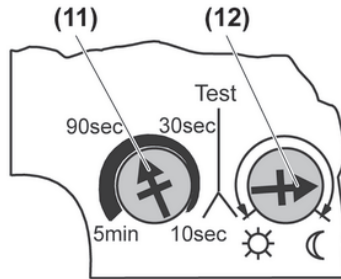
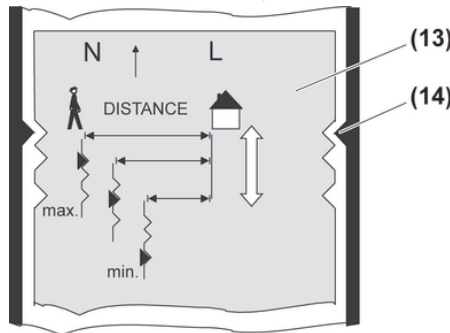

Bild 5: Ställa in drifttiden och ljusstyrkans tröskelvärd
Bild 6: Ställa in räckvidden
- Räckvidden är inställd i mitten eller minimum (bild 6).
På baksidan av rörelsedetektorns kåpa finns ett reglage vardera för drifttiden (11) respektive ljusstyrkans tröskelvärd (12) (bild 5).
Rörelsedetektorns räckvidd kan ställas in i tre steg genom att du glidjusterar det inre höljet (13) (bild 6).
- Ställ in drifttiden med hjälp av reglaget (11).
- Ställ in ljusstyrkans tröskelvärd med hjälp av reglaget (12). Symbolen ☀ står för dagläge, d.v.s. omkoppling oberoende av ljusstyrka, och symbolen ☾ för min. ljusstyrka.
- Om enheten behöver slå på ljuset när skymningen faller ska reglaget (12) ställas in som i bild 5.
- Ställ in räckvidden genom att glidjustera det inre höljet (bild 6).